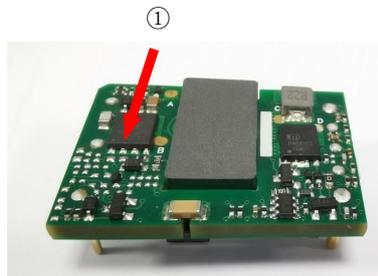

图 5
热元件安装在产品的顶面上, 通过传导、对流和辐射的方式将热量散发到周围环境中, 应提供足够的散热条件以确保产品可靠运行。通过测量图 5 中热测试点①的温度可以验证散热条件是否满足。